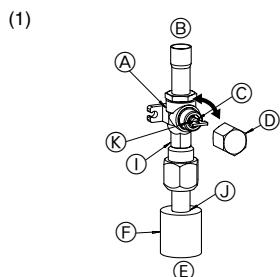
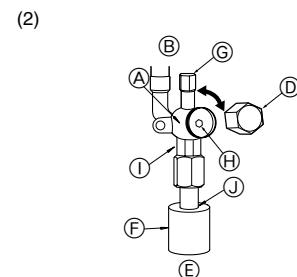

Fig. 4-5
Fig. 4-6
- (1) Gasside (Fig. 4-5)
- ① Afmonter hætten, træk håndtaget hen imod Dem og drej en 1/4 omgang mod uret for at åbne.
- ② Kontroller, at stopventilen er helt åben, skub håndtaget ind og drej hætten tilbage til den oprindelige position.
- (2) Væskeside (Fig. 4-6)
- ① Fjern dækslet, og drej ventilspindlen mod uret så langt som muligt vha. en 4 mm sekskantet skruenøgle. Stop med at dreje, når den når stopperen (Ø9,52: ca. 10 omgang).